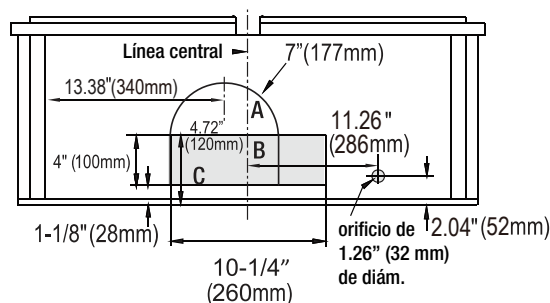
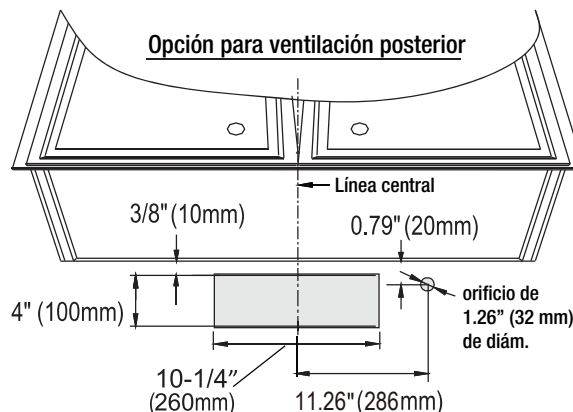

Fig.3
Fig.4
- Determine si su sistema de ventilación existente es de ventilación en la parte superior o posterior, y asegúrese de que las aberturas en la alacena o en la pared para el regulador y para la alimentación eléctrica estén en un lugar adecuado y sean del tamaño apropiado, de acuerdo con la Fig. 3 si es ventilación superior, y con la Fig. 4 si es ventilación posterior. Para la ventilación en superior (Fig. 3), si utiliza un regulador redondo, la abertura debe ser A y B, únicamente. Si utiliza un regulador rectangular, la abertura debe ser B y C, únicamente.